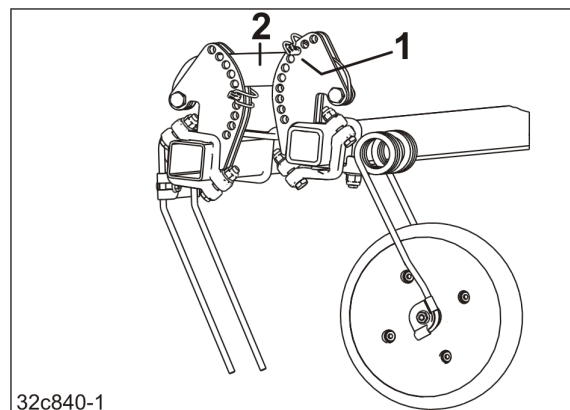

Fig. 196
3. Innstillingen av arbeidsdybden til harvtindene gjøres ved å sette inn klappsplinten (Fig. 196/1)
- o over styrearmen (Fig. 196/2),
Arbeidsdybden øker, jo dypere klappsplinten (Fig. 196/1) festes i reguleringssegmentet.